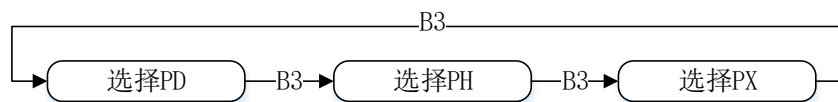

图 7 参数切换模式
- ① 在参数界面下, 按下 B3 按键, 切换当前选择的参数, 切换模式如图 7 所示。